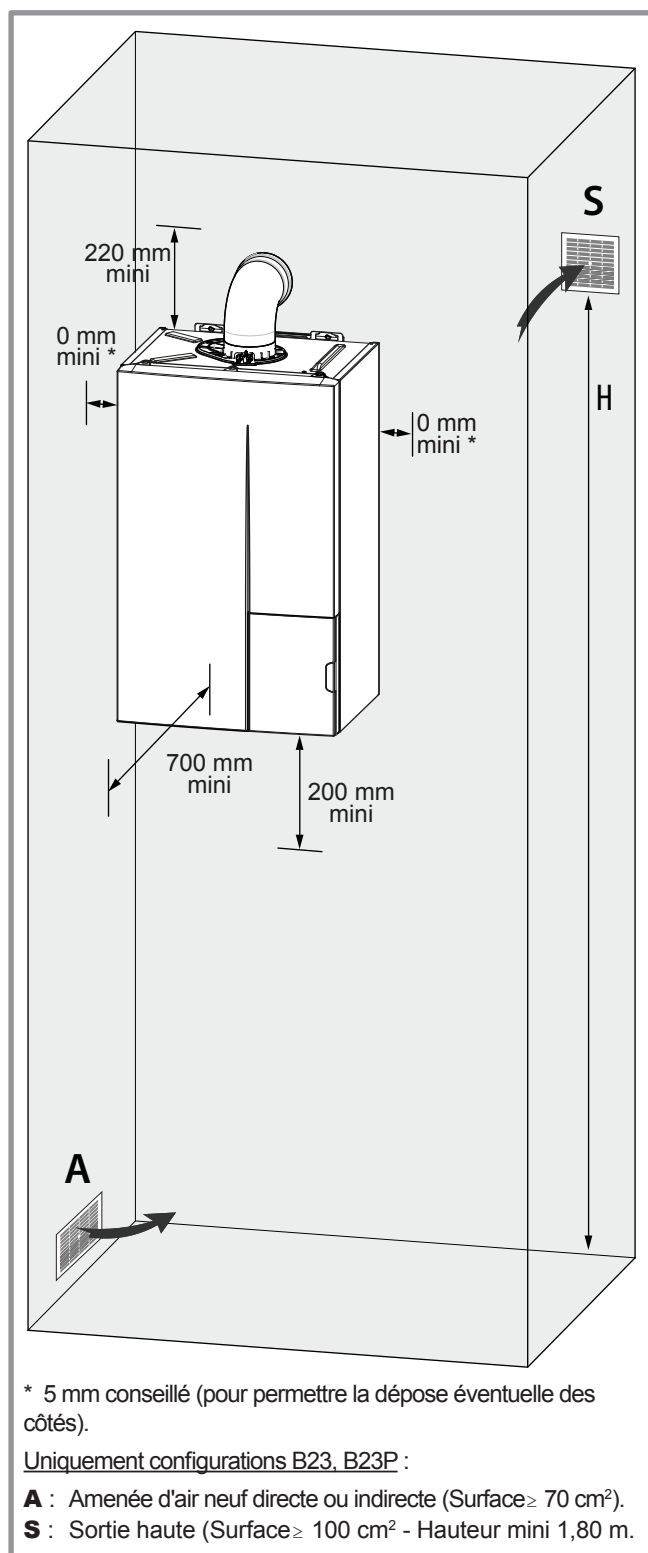

figure 8 - Dégagements minimums d'installation autour de la chaudière
- Pour faciliter les opérations d'entretien et permettre l'accès aux différents organes, il est conseillé de prévoir un espace suffisant tout autour de l'appareil (figure 8).